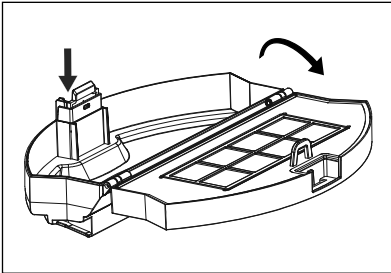

Fig. 8
- 2) Appuyez sur la touche de déverrouillage **15** du bac à poussière **16** et ouvrez-le en relevant le couvercle (voir fig. 8).